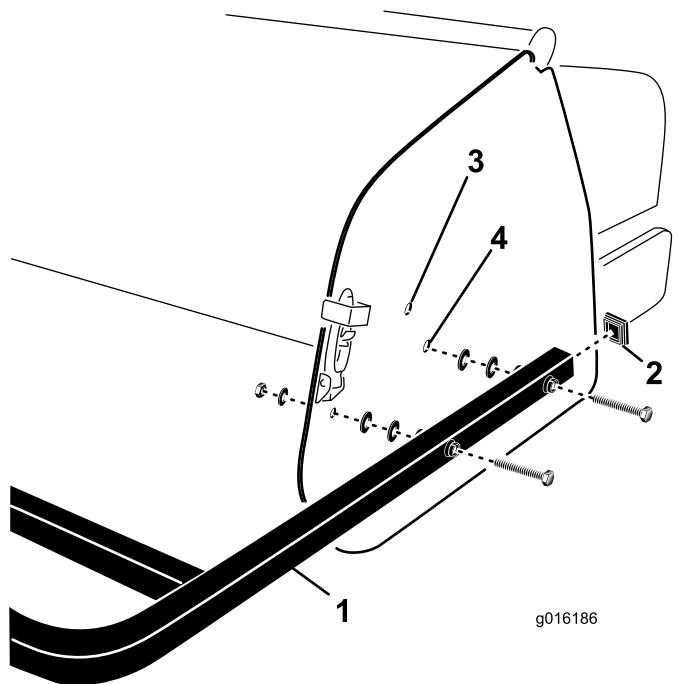

Figura 31
1. Inserite i tappi terminali nelle estremità dei tubi della protezione posteriore (Figura 31).
2. Allineate i fori nei tubi di montaggio protezioni posteriori con quelli esistenti sulle piastre laterali dell'arieggiatore (Figura 31).
3. Fissate i tubi di montaggio della protezione sulle piastre laterali con 4 viti, rondelle piane e dadi (Figura 31).